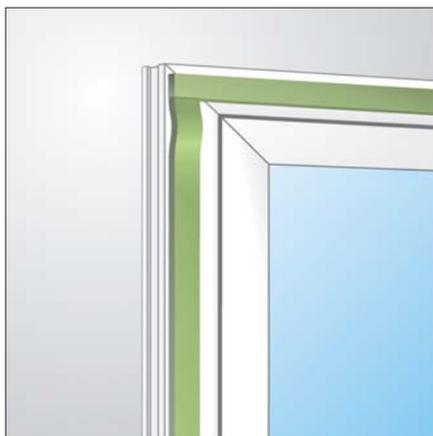

рис.1. Установка в углах оконных швов
- illmod eco устанавливается в углах согласно рис.1, при этом, определяя длину ленты прибавьте 1 см на м шва.